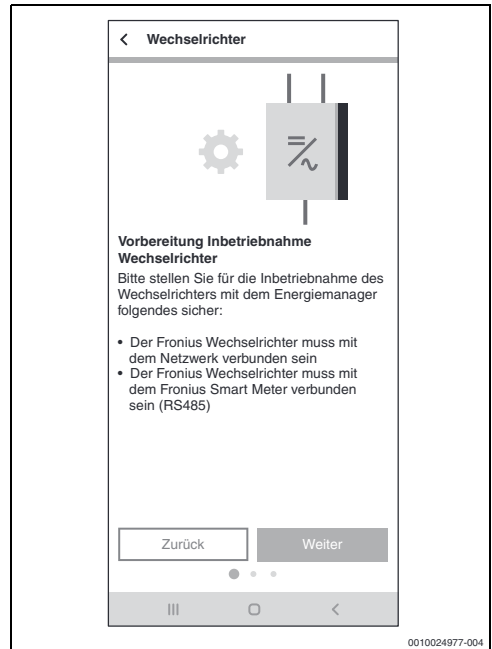

Bild 22 Fronius Wechselrichter verbinden
1. Die Informationen auf den ersten beiden Screens aufmerksam durchlesen (→ Bild 22).